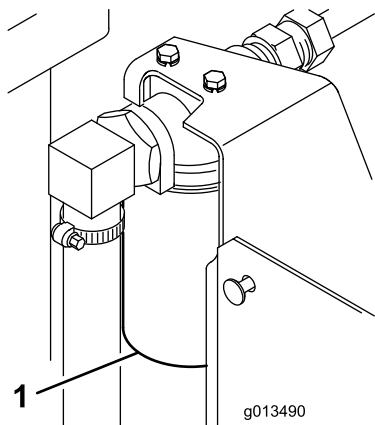

図 30
4. フィルタ取り付け部周辺をウェスできれいにぬぐう((図 30))。フィルタ・ハウジングの下からフィルタを外し、オイルを廃油受けに回収する。フィルタ・レンチはボトム・タイプのものを使用する。廃油は適切な方法で処理する。